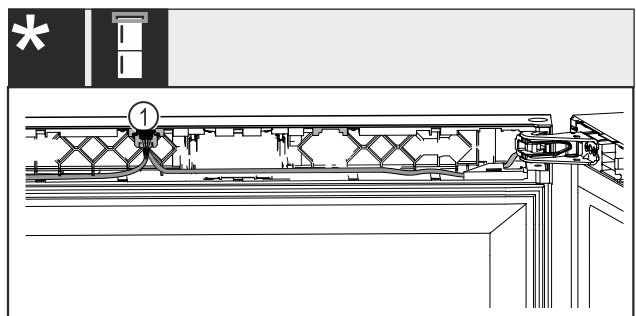

Fig. 55 Combiné compartiment à vin/congérateur*
- ▶ Enclencher le connecteur Fig. 55 (1) dans le guide.*